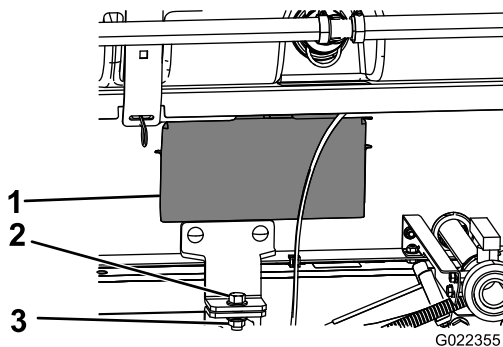

Figura 26
- Retire os painéis de acesso em ambos os lados da estrutura do patim (Figura 26).
- Prenda o suporte de fixação do conjunto do patim do depósito à estrutura da plataforma na estrutura de cada lado da máquina com um parafuso (½ pol. x 1½ pol.) e uma porca de bloqueio (½ pol.) como se mostra na Figura 26.